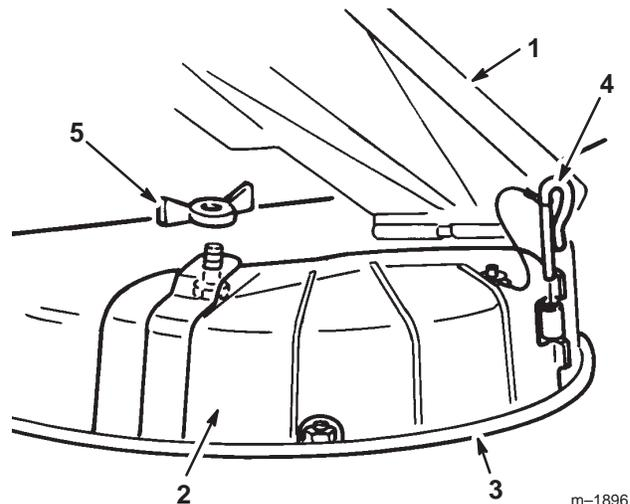

Bild 13
2. Heben Sie das Ablenklech hoch und legen die Auswurfkanalabdeckung über die Öffnung und auf die untere Lippe des Schneidwerks, wobei Sie die Abdeckung gleichzeitig in das vordere Scharnier stecken (Bild 13).
3. Schieben Sie den Scharnierstift durch das Scharnier (Bild 13).
4. Befestigen Sie die Auswurfkanalabdeckung mit der Flügelmutter am Schneidwerk (Bild 13).